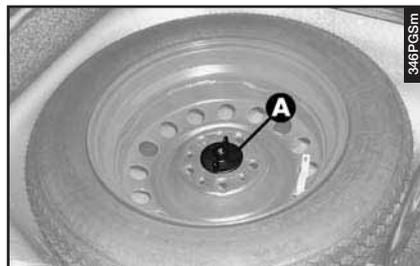

fig. 2
- Svitare la ghiera di fissaggio (**A-fig. 2**) e togliere la ruota di scorta.
– Sistemare la ruota di scorta nell'apposita sede sul pianale del bagagliaio e fissarla con la ghiera (**A-fig. 2**).